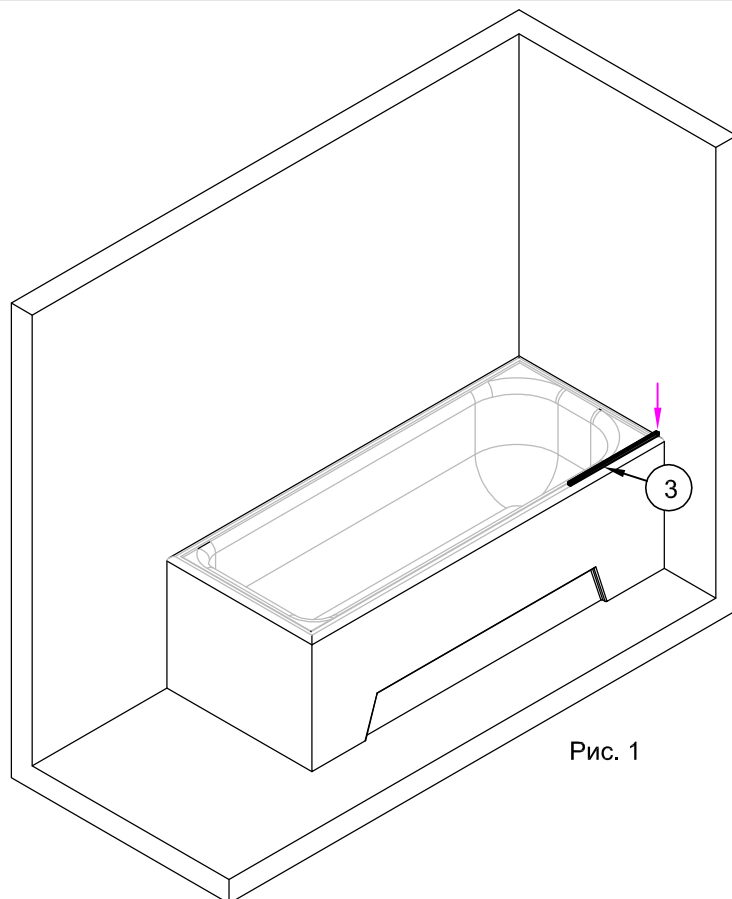

Рис. 1
1.2. Установить профиль №3 на борт ванны. Профиль должен быть параллельным краю ванны и торцом вплотную к стене (рис.1).